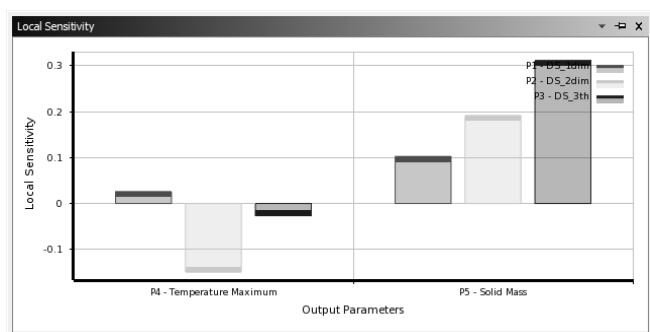

图 12-95 局部灵敏度关系图
5) 选择【Outline of Schematic C3:Response Surface】窗口中 A18 栏中的【Local Sensitivity】选项，此时显示局部灵敏度关系，如图 12-95 所示。